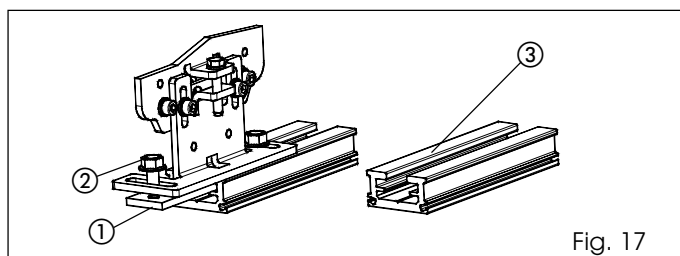

Fig. 17
•Montare il profilo attacco anta (accessorio fig. 17 rif. ③) sulla parte superiore dell' anta utilizzando viti adeguate.
•Fissare l' anta sui rispettivi carrelli utilizzando le piastre (fig. 17 rif. ①) e le viti (fig. 17 rif. ②) in dotazione.